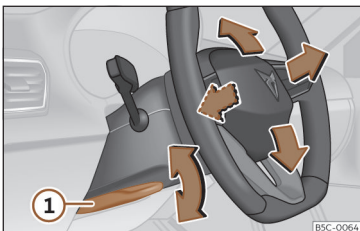

Fig. 92 Alavanca na parte inferior do lado esquerdo da coluna de direção
- Puxe a alavanca >>> **Fig. 92 ①** para baixo, mova o volante até à posição desejada e volte a subir a alavanca até ao ponto de fecho.
- Após ajustar a coluna da direção, empurre firmemente a alavanca >>> **Fig. 92 ①** para cima para que o volante não mude de posição acidentalmente durante o andamento.